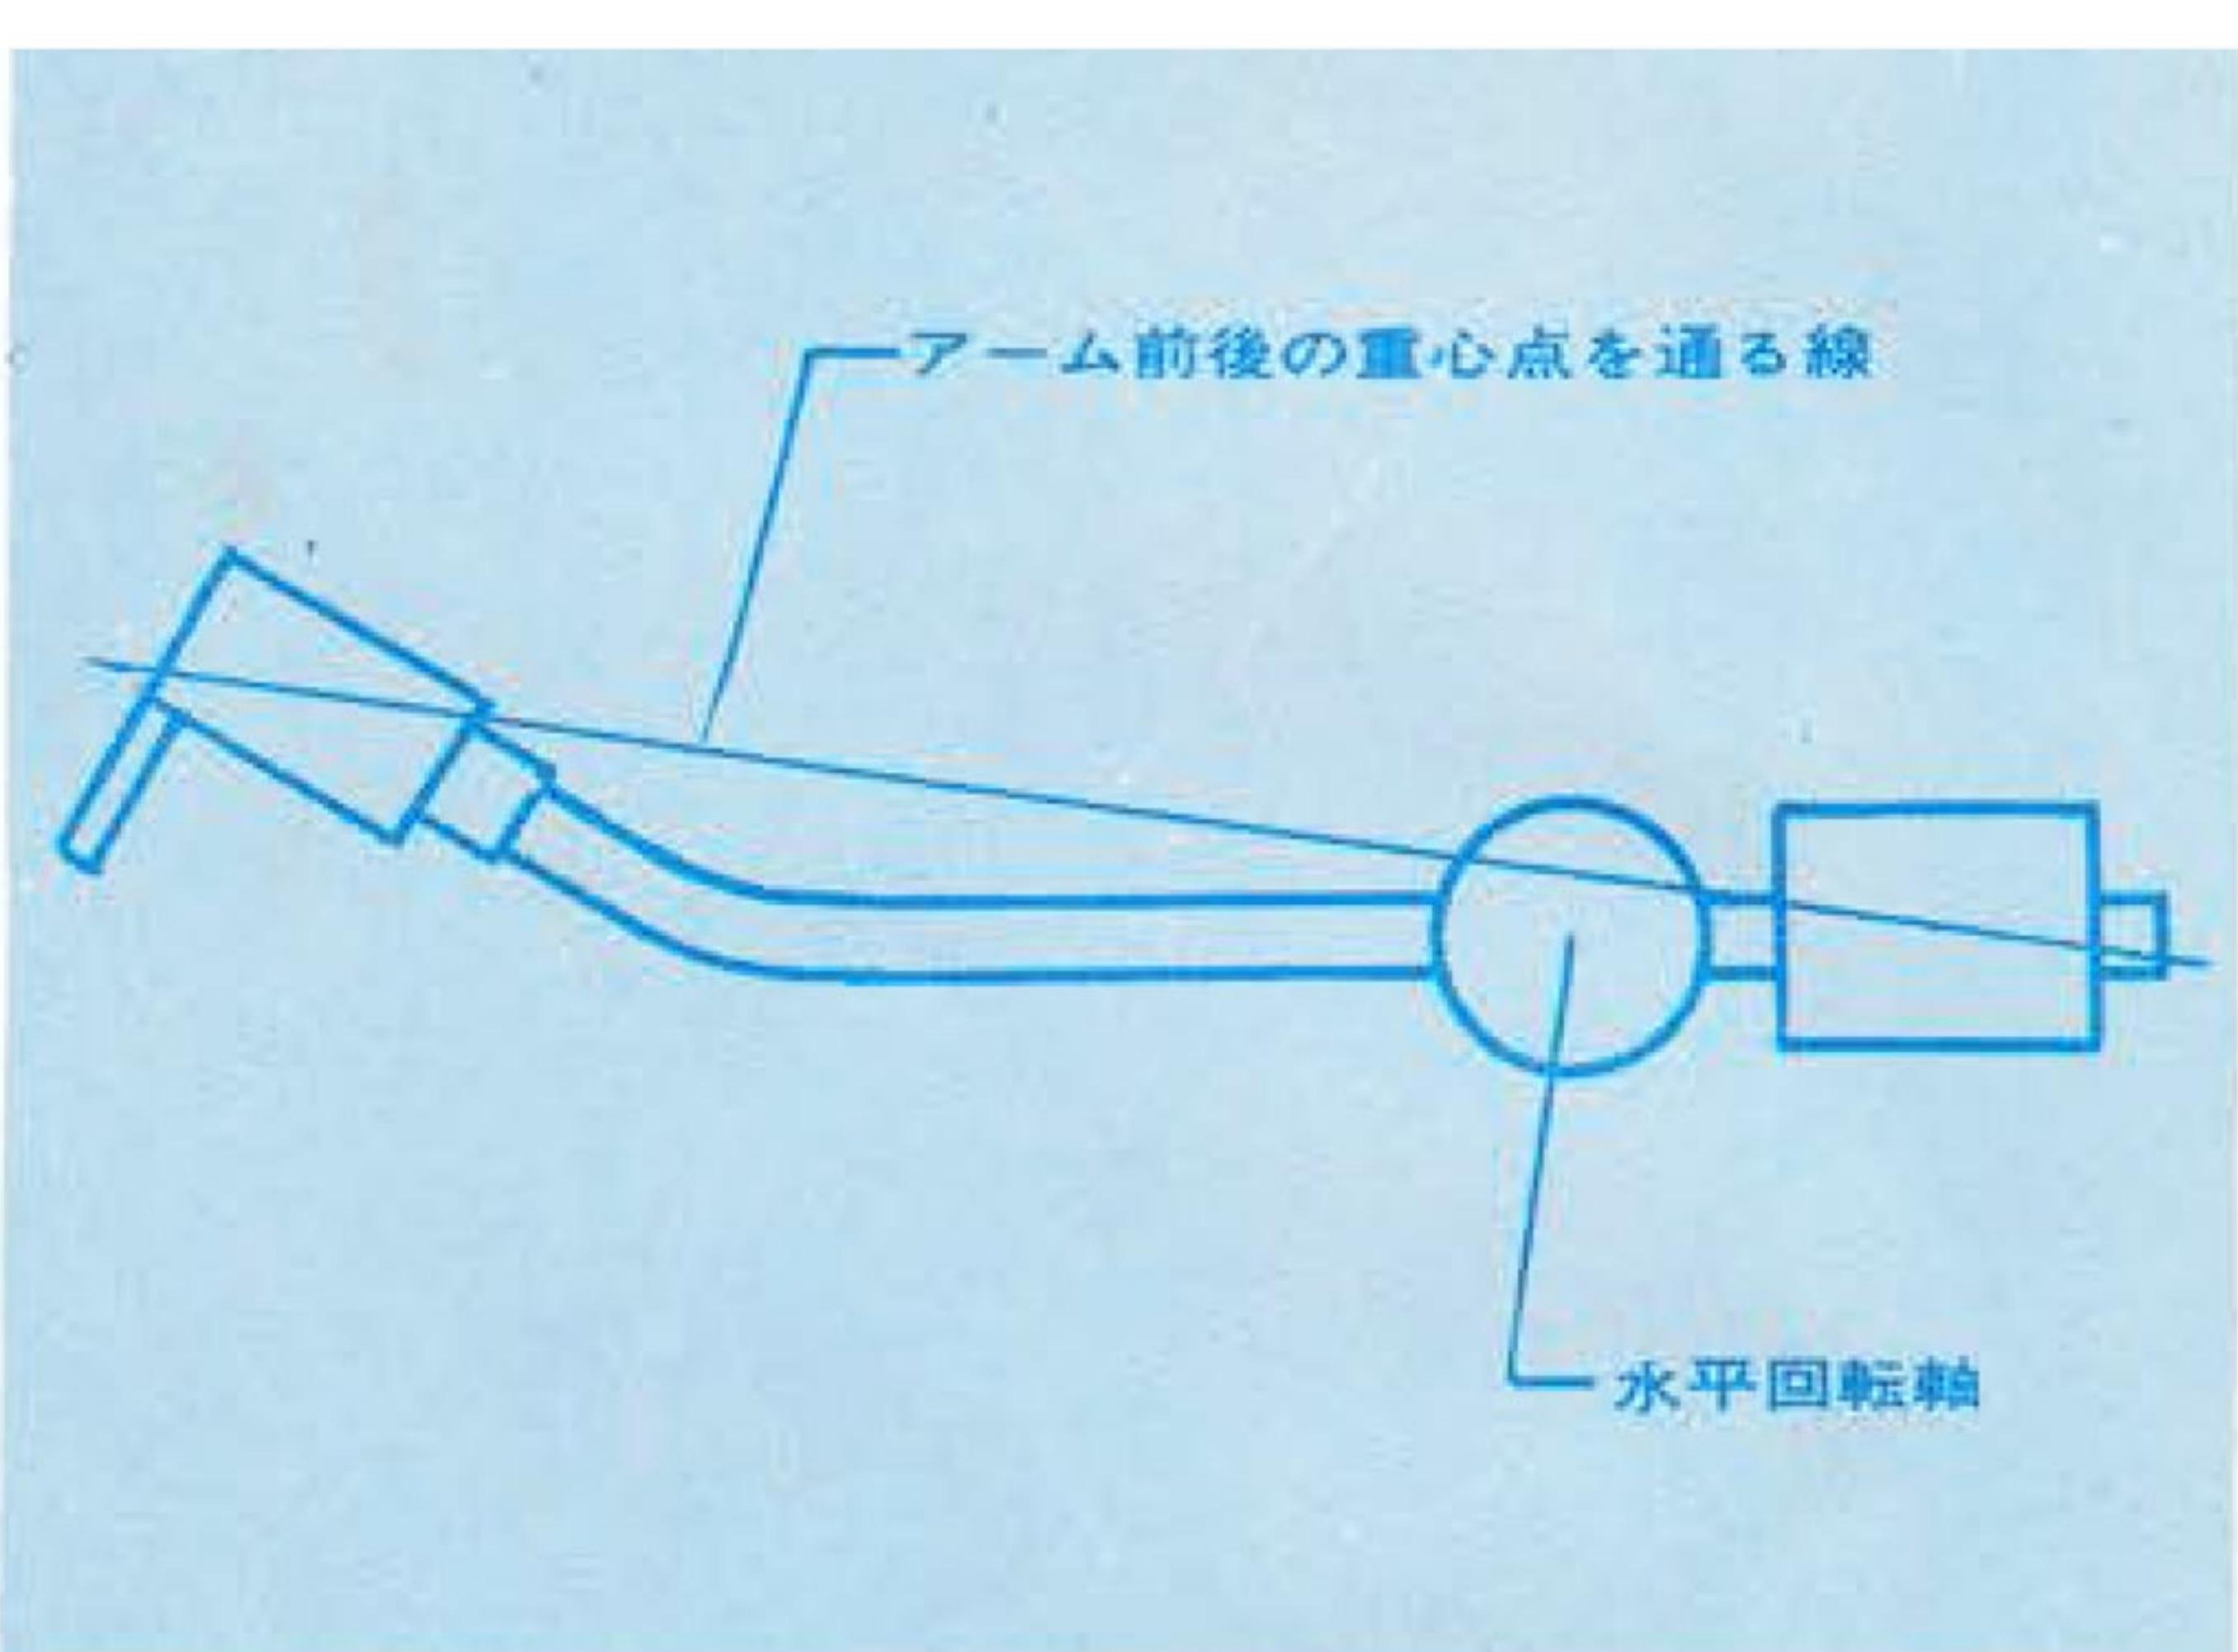
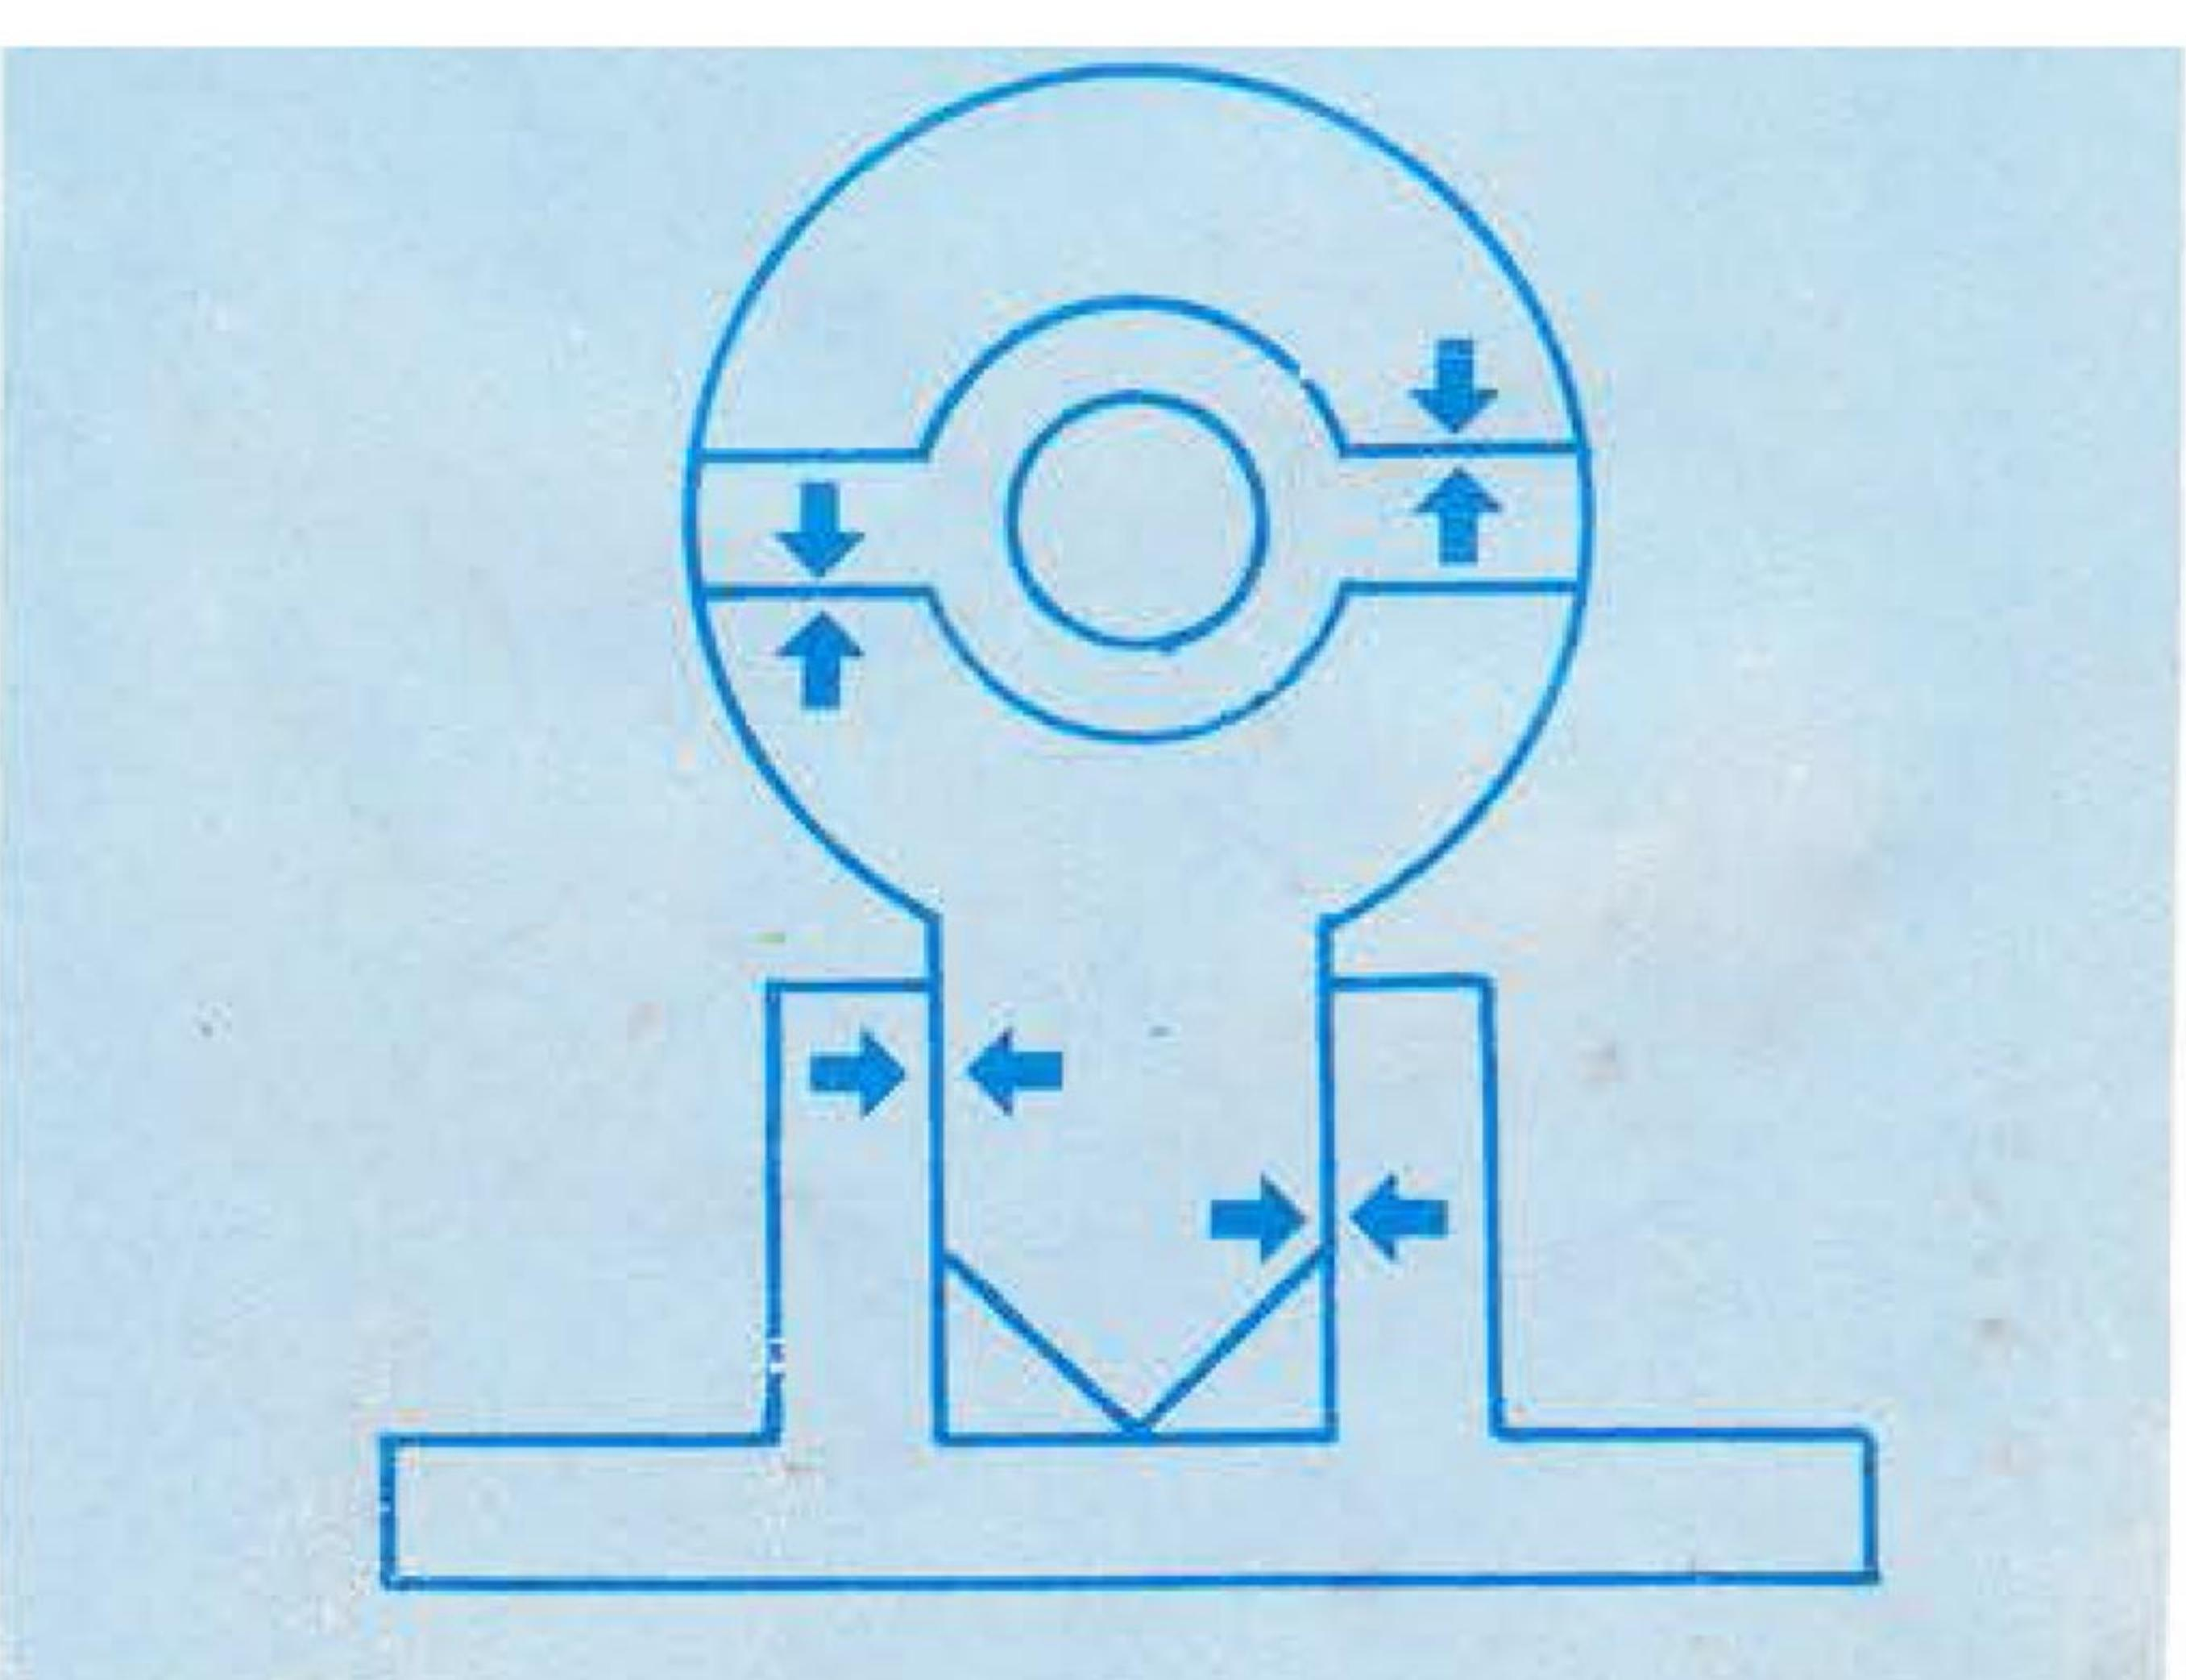

図12
図13
註5、一般にアームは、トラッキング・エラーを最小にするために、アーム・パイプを屈曲してある。このため図12のようにアーム前後の重心点を通る線上と水平回転軸がずれる。このずれを補正して重心を回転軸上に移動させるのが、ラテラル・バランスの働きである。重心がずれていると、①軸受に図13のようなゴジル力が働いて摩擦が増えるため、軸受の感度が悪くなり必要針圧も大きくなる。但しFR-24MK2のように軸受感度の良好な場合は、あまり影響されない。②アームに回転力が生じ、針先に余分な力が加わるおそれがある、しかしこの影響も、プレイヤー全体の水準をとってあればほとんど問題にならない。